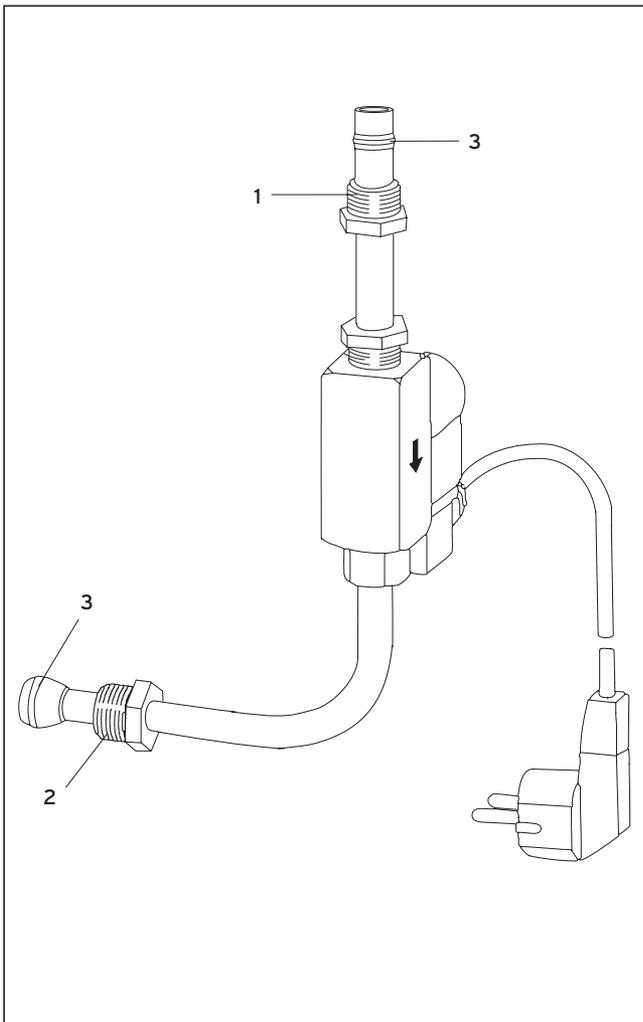

Abb. 1.1 Gas-Magnetventil
- Entfernen Sie das Verbindungsrohr zwischen Gasarmatur und Brenneingang, indem Sie die beiden Überwurfmutter (1) und (2) lösen.
- Setzen Sie den Magnetventil-Bausatz anstelle des vorhandenen Verbindungsrohres ein. Stellen Sie sicher, dass beide Doppelkegelringe (3) (siehe Abb. 1.1) vorhanden und unbeschädigt sind.